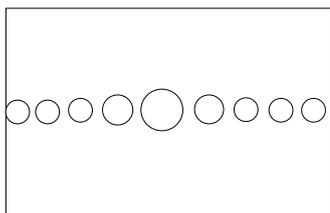

FIG. 1
- Lente a tenda orizzontale (fig. 1)
Vite per Sistema antirimozione - fig.1
Praticati i fori per il passaggio cavi e quelli per il fissaggio a muro, prendere la misura per fissare un tassello (di misura 3mm) al sistema antiromozione. (vedi sopra fig.1 e fig.2)
Per il fissaggio a muro è possibile usare lo snodo contenuto nella confezione. Il fondo della cover è predisposto per l'applicazione dello snodo e del passaggio cavi interno dello stesso. In figura è possibile vedere come deve essere utilizzato. In caso di utilizzo dello snodo, per la chiusura del Tamper Antirimozione montare la specifica vite, nella sede mostrata dalla fig. 1.